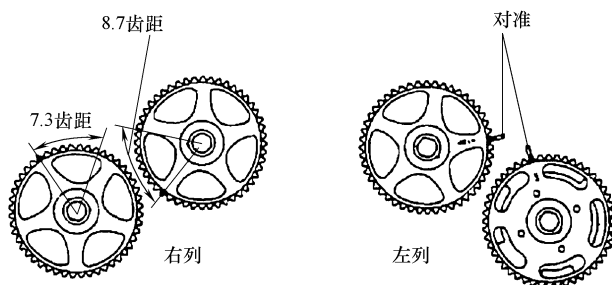

图 31-80 安装凸轮轴轮并调节位置
4) 如图 31-80 所示，安装凸轮轴轮并调节到图 31-80 中所示的位置。